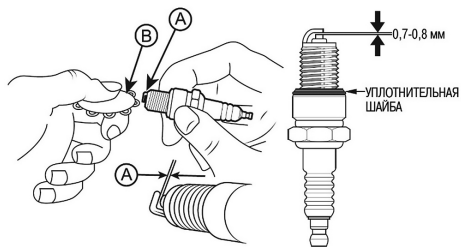

Рис. 33 Проверка межэлектродного зазора
4. Измерьте зазор А между электродами свечи зажигания специальным щупом В. Зазор должен быть 0,7-0,8 мм (Рис. 33). При увеличении или уменьшении требуемого зазора, рекомендуется заменить свечу, так как регулировка зазора может привести к изменению качества искрообразования.